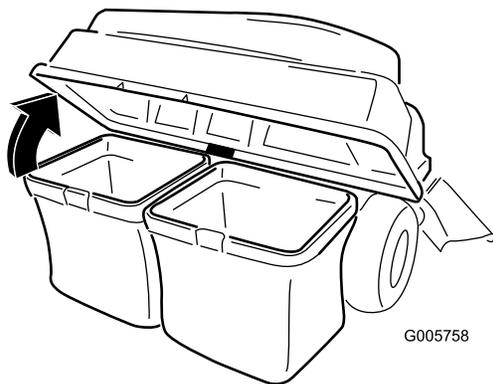

Figure 32
4. Ouvrez le couvercle du système de ramassage (Figure 32).